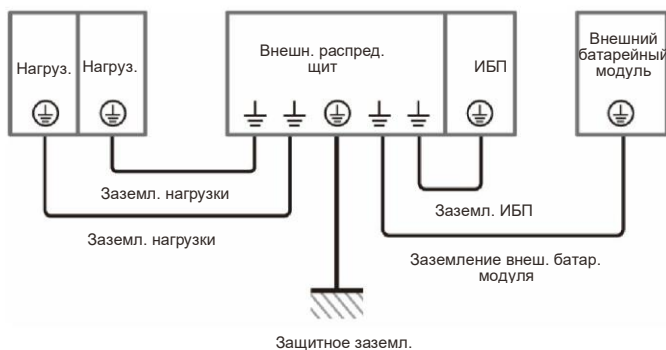

Рис. 5-17. Схема заземления одного ИБП
Схему заземления ИБП, внешнего батарейного модуля и важных нагрузок см. на рис. 5-17.
- Информацию о заземлении внешнего батарейного модуля см. на **рис. 5-17** и **5-20**.